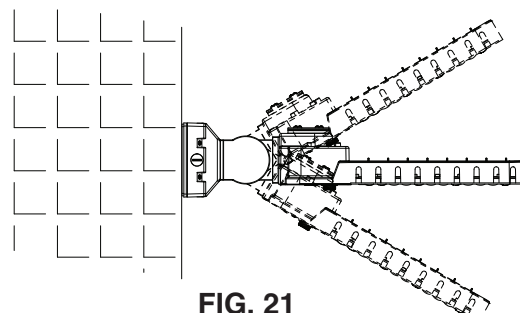

FIG. 21
7. Enlevez la plaque de couverture du montage et desserrez le boulon central pour ajuster l'angle désiré de montage (voir la **FIG. 21**).